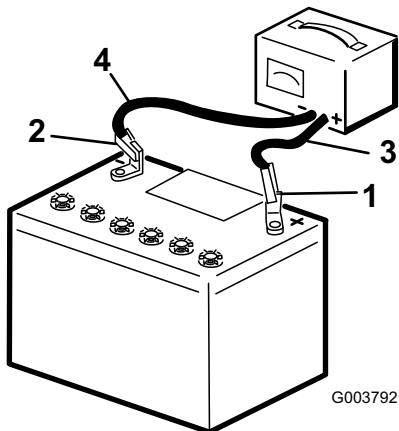

Figure 2
2. Connectez un chargeur à la batterie (Figure 2) et chargez la batterie au régime de 6 à 10 ampères pendant une heure au minimum. Ne chargez pas la batterie excessivement.
3. Quand la batterie est chargée au maximum, débranchez le chargeur de la prise, puis débranchez les fils du chargeur des bornes de la batterie (Figure 2).